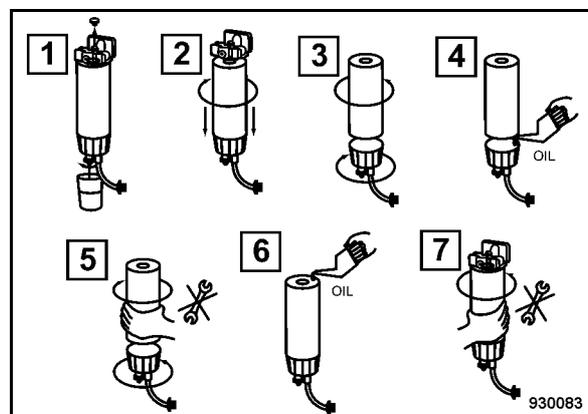

Рис. 163
- Снять кабель на водоотделителе (Рис. 163).
- (1) Ослабить винт для удаления воздуха и слить топливо с помощью резьбовой пробки сливного отверстия.
- (2) Ослабить фильтр грубой очистки топлива с помощью подходящего ленточного ключа и отвинтить его.
- (3) Отвинтить от фильтрующего элемента водоотделитель.
- (4) Слегка смазать резиновую прокладку водоотделителя.
- (5) Закручивать водоотделитель вручную, пока не приляжет прокладка, а затем сильно затянуть.
- (6) Слегка смазать резиновую прокладку фильтрующего элемента (5).
- (7) Закручивать фильтрующий элемент вручную, пока не приляжет прокладка, а затем затянуть сильно.